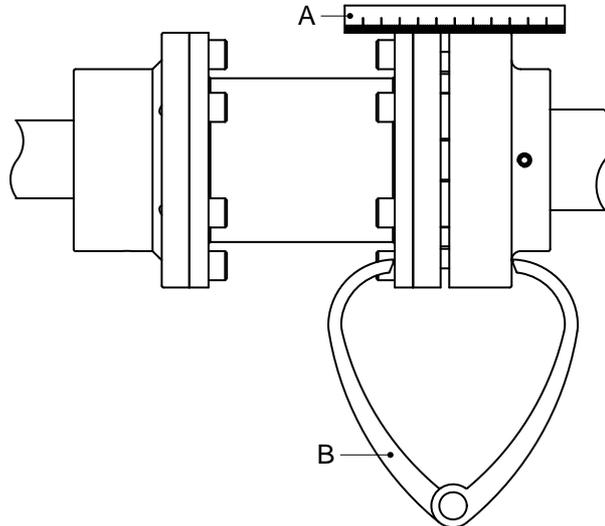

Abbildung 2: Ausrichten der Kupplung mit Hilfe eines Lineals und einem Außentaster.
- 7 Die obere Kupplungshälfte nach unten drücken. Den korrekten Abstand der Kupplungshälften entnehmen Sie Abbildung 2 und der entsprechenden Tabelle. Dann die Kupplungshälfte an der Motorwelle sichern.
- 2 Ein Lineal (A) auf die Kupplung legen. Das Lineal muss beide Kupplungshälften über die volle Länge berühren, siehe Abbildung 2
- 4 Die Ausrichtung nochmals mit einem Außentaster (B) an 2 diametral einander gegenüberliegenden Stellen an den Seiten der Kupplungshälften prüfen, siehe Abbildung 2